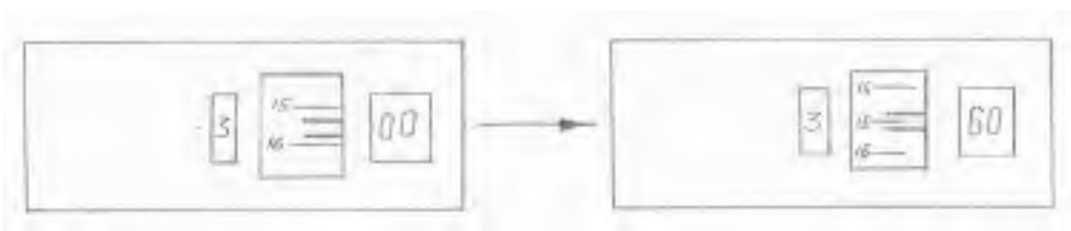

Рис. 3 Снятие показаний с экрана весов ВЛР-200.
5. Нагружая правую чашку весов 10 накладными гирями из набора (целое число граммов) и встроенными гирями поворотом ручки 8 (при этом в окне 5 появляются цифры, соответствующие десятым долям грамма), добейтесь появления в окне 6 светящейся шкалы, ручкой 9 введите одно из ее делений в отсчетную отметку (рис. 3) и снимите показания.
предварительно установленной нулевой точкой, а на правую чашу весов выставляют набор разновесов, соответствующий массе предмета в целых граммах, при необходимости десятые доли грамма выставляют при помощи рукоятки 8. Поворотом ручек 1 и 12 включают весы, при этом в окошке 6 должна появиться светящаяся шкала. Поворотом ручки 9 вводят одно из делений шкалы в отсчетную отметку (рис. 3) и снимают показания.